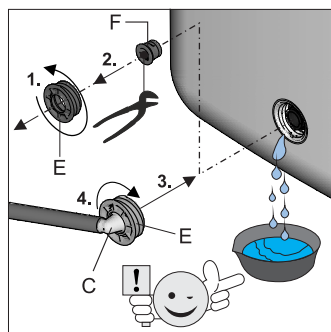

Bild 5-5 Arbeitsschritte 4 + 5
5. Am Füll- und Entleeranschluss das Gewindestück (Bild 5-5, Pos.E) herausdrehen, sowie der Verschlussstopfen (Bild 5-5, Pos.F) entfernen und sofort das vormontierte Schlauchanschlussstück (Bild 5-5, Pos.C) in den Füll- und Entleeranschluss wieder einschrauben.